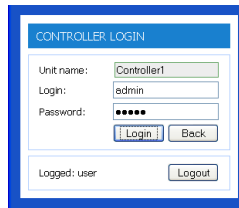

Bild Nr. 7
- Klicken Sie auf die Taste SETUP MENÜ. Zuerst erscheint das Login-Fenster (siehe bild Nr. 7). Geben Sie den Benutzernamen (login name) und Passwort (password) für den Zugang des Administrators ein (vorgegebene Werte für beide sind **admin**) und klicken Sie auf die Login-Taste.